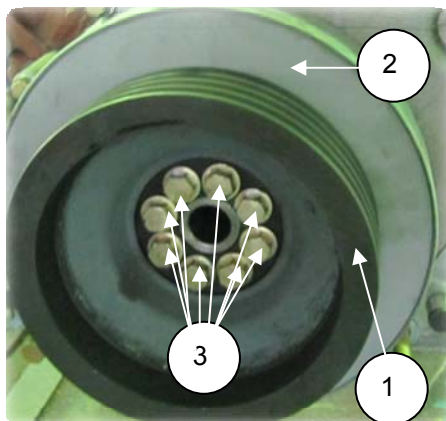

Рис. 2.46
1. Снять шкив (1) (850.1005061) и гаситель крутильных колебаний (2) (840.1005070), отвернув 8 болтов (3) их крепления (S=19) (рис. 2.46).